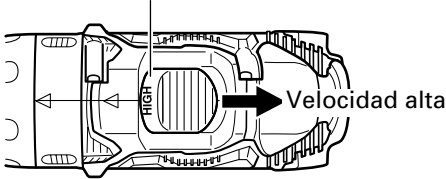

Fig. 18
(1) Operar la perilla de cambio para cambiar la velocidad de rotación. Oprimir el botón de cierre para desenganchar el cerrojo y mover la perilla de cambio en la dirección de la flecha. (Ver la Fig. 18 y 19)